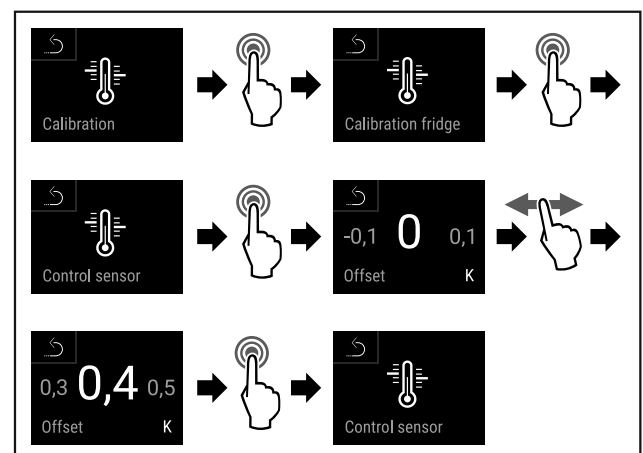

Fig. 137
- ▶ Seguir los pasos de procedimiento (consulte Fig. 137).